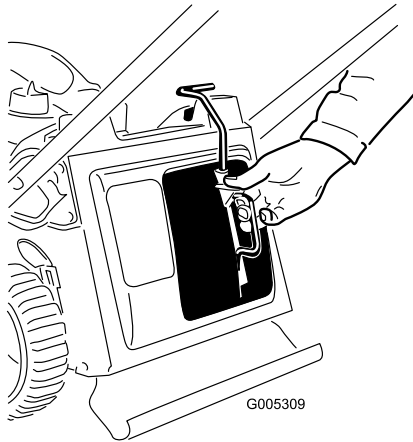
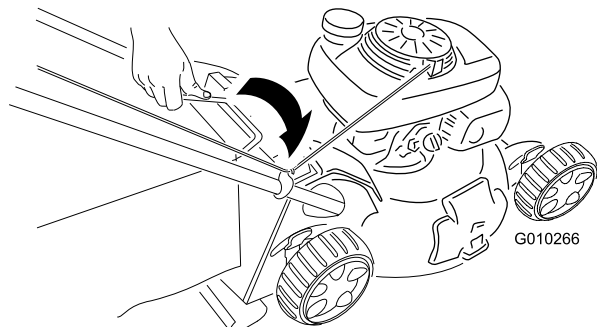

Рисунок 20
Рисунок 21
1. Установите на газонокосилку заглушку для мульчирования (Рисунок 20) или мешок для сбора травы (Рисунок 21).